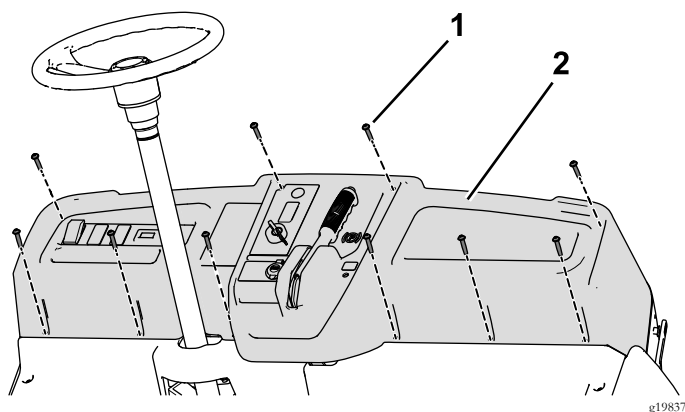

Figure 62
- Retirez les 10 vis (1/4" x 1 1/4") pour déposer en partie le tableau de bord et détachez le frein de stationnement (Figure 62).